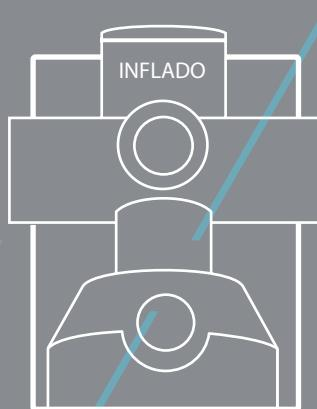

Imagen 3.
- Para inflar, fija el tubo girándolo hacia la derecha en la salida de aire del bombín, etiquetada como Inflate, **Imagen 3.** y para deshinchar, fija el tubo girándolo hacia la derecha en la salida de aire del bombín, etiquetado como Deflate. **Imagen 4.**